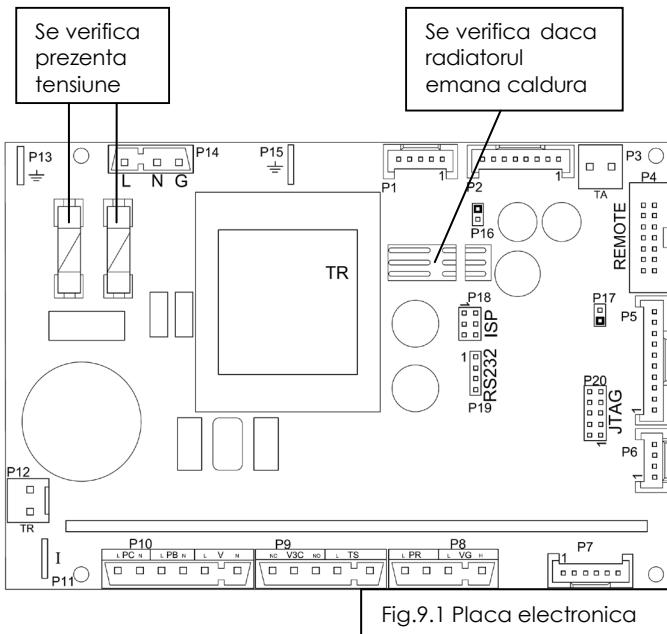

Fig.9.1 Placa electronica
- c) Se verifica prezența tensiune după sigurantele care sunt pe etajul de intrare în placă (vezi fig. 9.1). Se masoara cu voltmetru, prezența tensiune 230V. Daca corespunde se trece la pct b). Daca nu corespunde se înlocuiesc sigurantele si se verifica prezența tensiune in retea.
- d) Se verifica daca transformatorul de pe placă este cald si radiatorul din dreapta acestuia emana caldura (vezi fig. 9.1) Daca corespunde se trece la verificările d. Daca nu corespunde se înlocuieste in urmatoarea ordine: